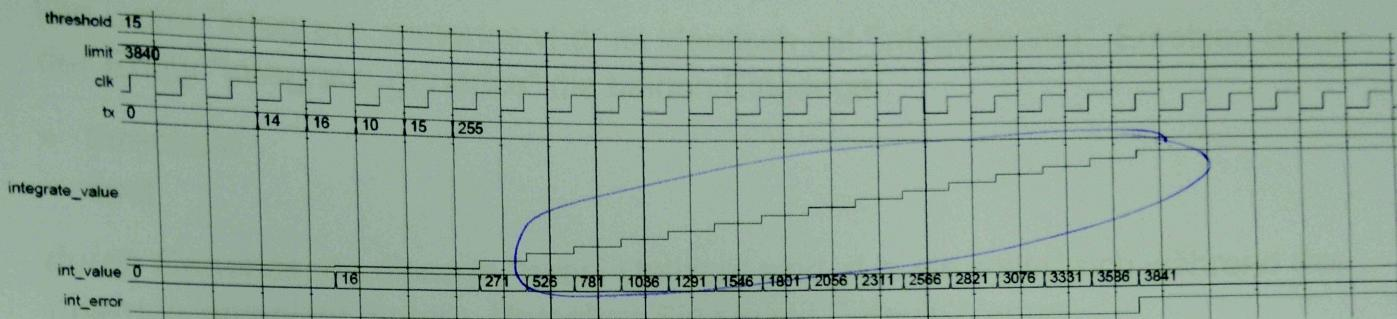

Abbildung 1
- J Überschreitet "integrate_value" die Schwelle "limit", wird der Error "int_error" ausgegeben (siehe Abbildung 1).
Spezifikation (siehe auch Abbildung 1)
Ergänzen Sie den Code so, dass die oben definierten Spezifikationen und das Timing erfüllt sind (Abbildung 1 und 2).